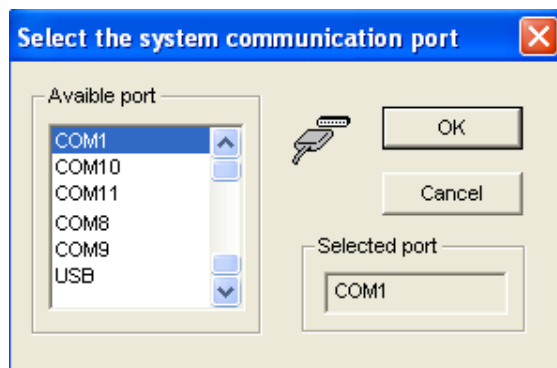

Рисунок 7 – Выбор COM или USB порта.
3.3.8 В отобразившемся диалоговом окне (см. Рисунок 7) выберите последовательный порт ПК или порт USB, к которому подсоединен принтер (в примере COM1), и нажмите на кнопку «ОК».